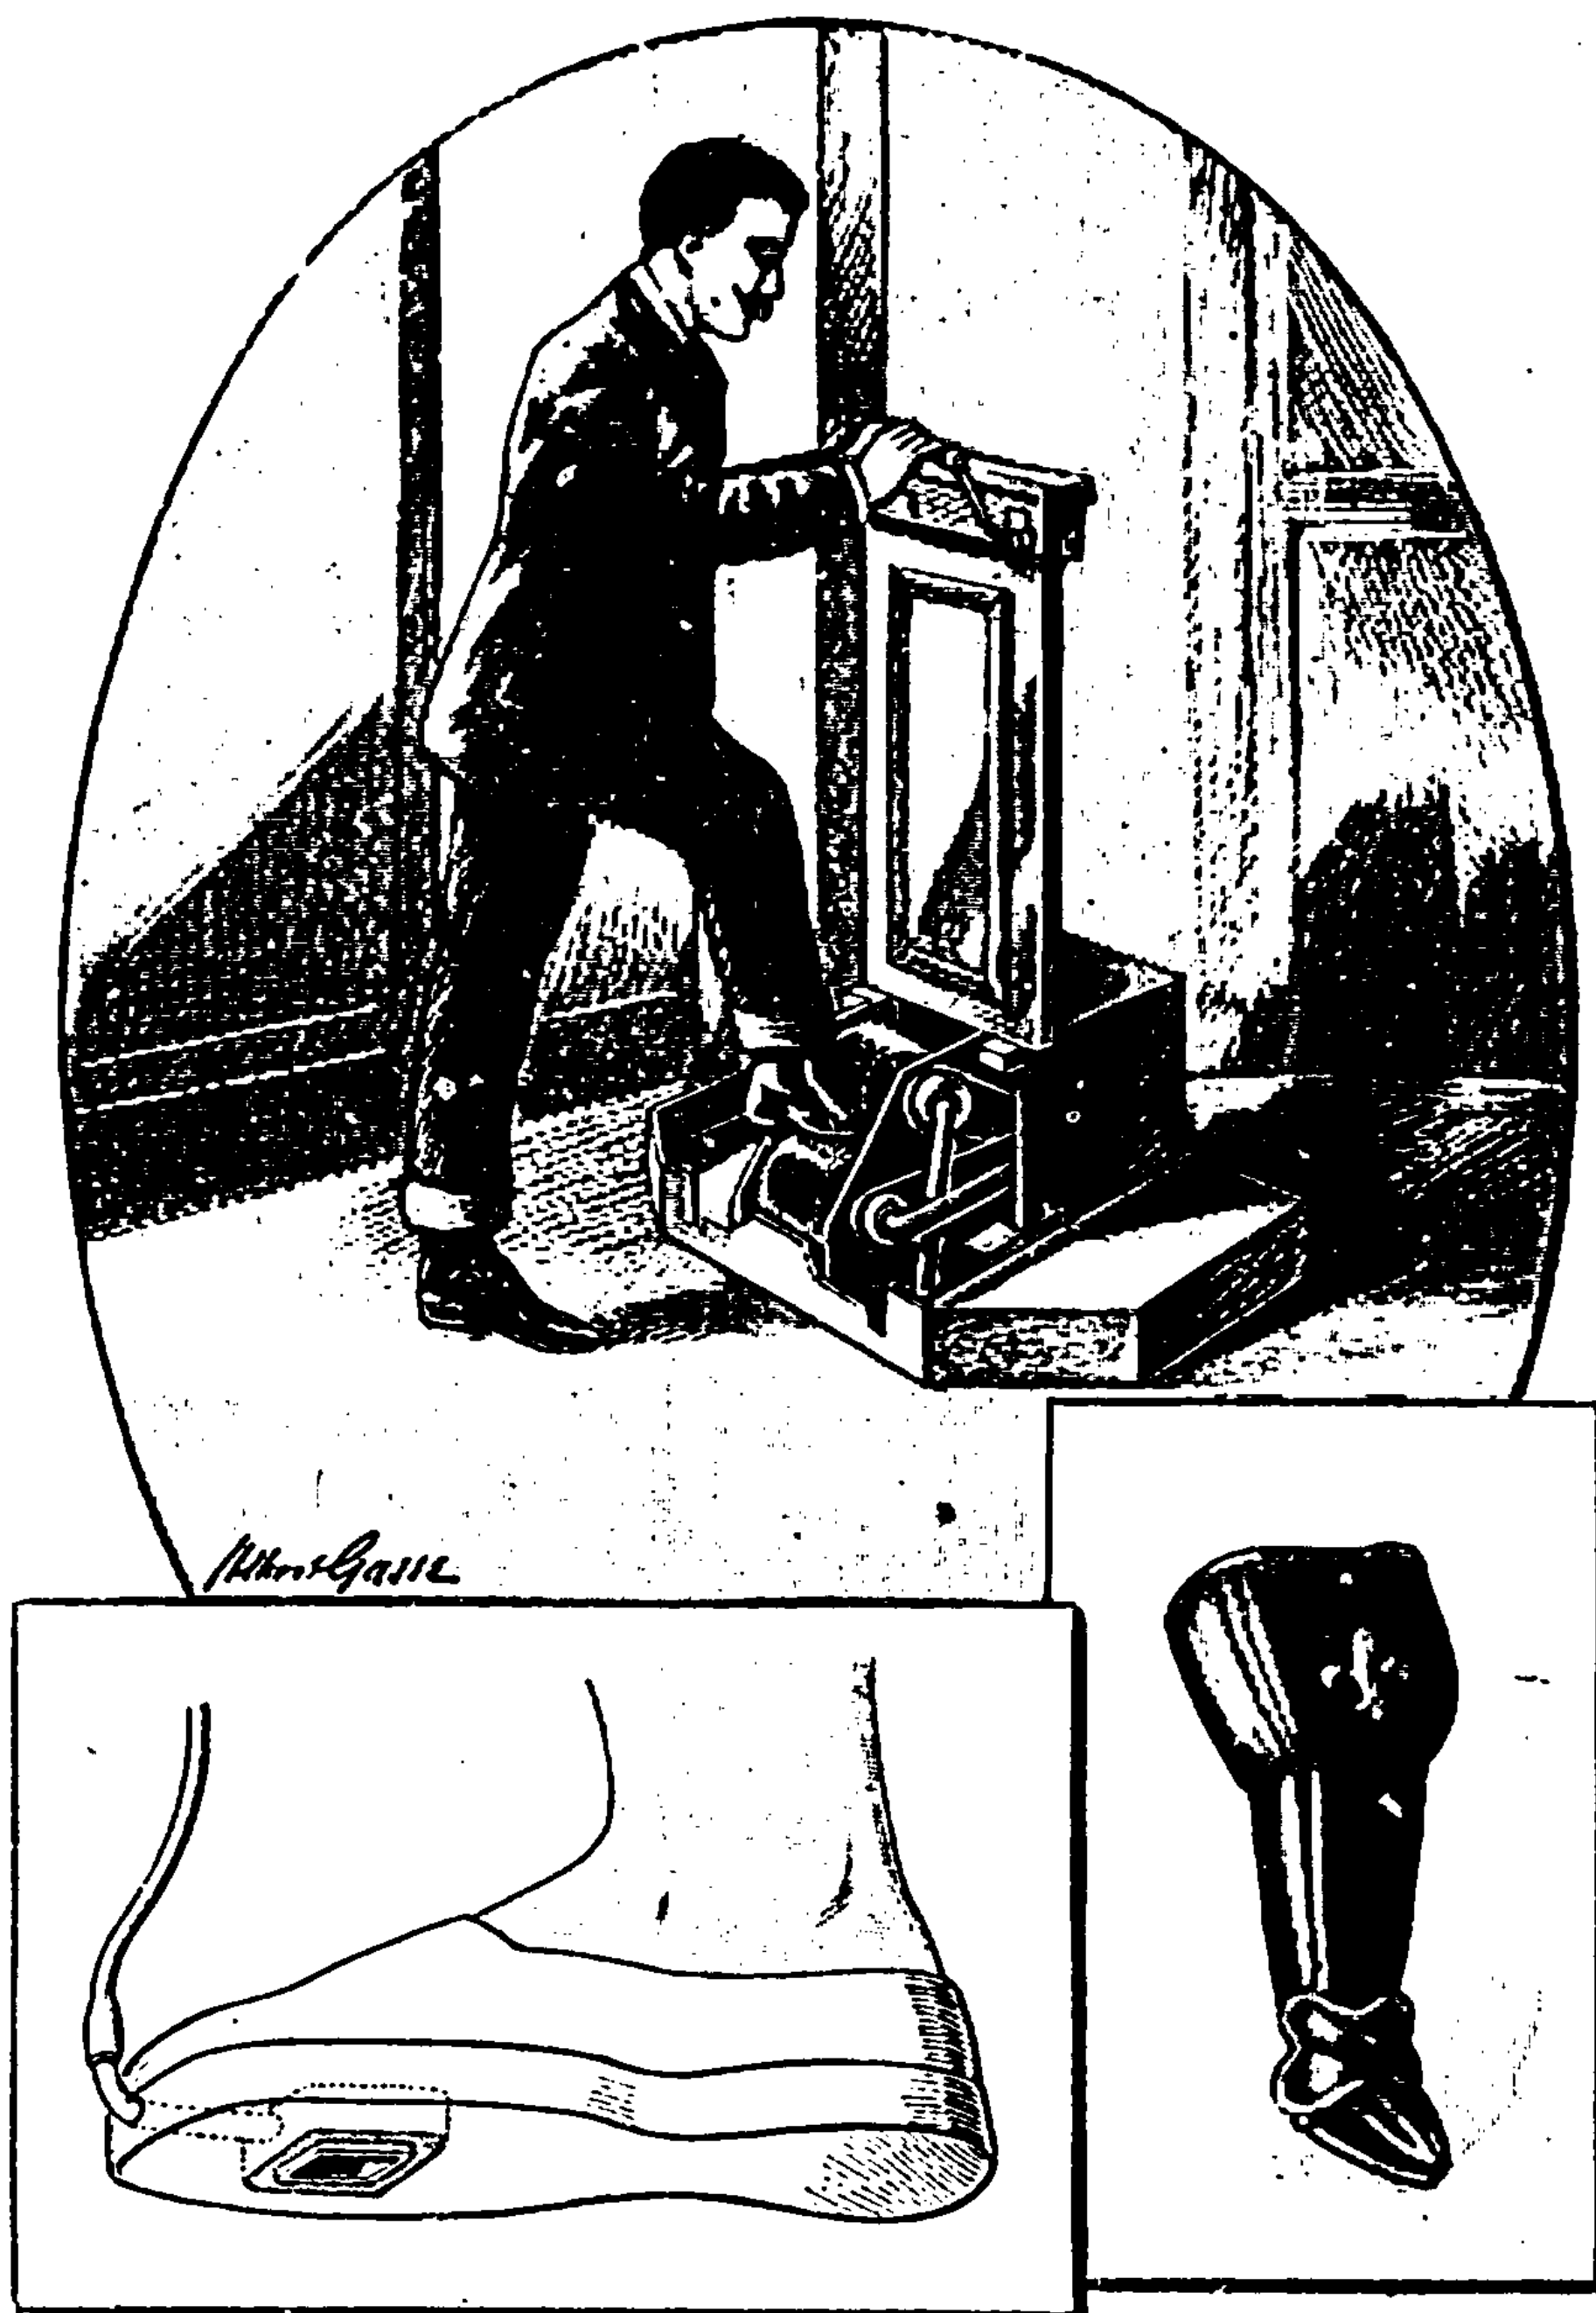

Fig. 202. — 1. Machine à cirer les souliers. — 2. Chaussure exploratrice des pressions du pied. — 3. Botte d'ancien courrier.
La machine à cirer les bottes est le complément indispensable de la machine à les fabriquer. En Angleterre, en Amérique, elle est d'un usage courant. Elle consiste en un petit moteur électrique qui actionne deux brosses placées en avant; la brosse supérieure est creusée de manière à reproduire exactement la forme de la chaussure, la brosse inférieure nettoyant les semelles (*fig. 202; 1*).
M. Marey, pour obtenir des graphiques des mouvements de la marche et de la course, a employé une chaussure exploratrice dont la semelle, d'un centimètre et demi d'épaisseur, est creusée vers le tiers antérieur d'une chambre à air. La paroi amincie de cette dernière est préservée par une petite plaque de bois saillante (*fig. 202; 2*).